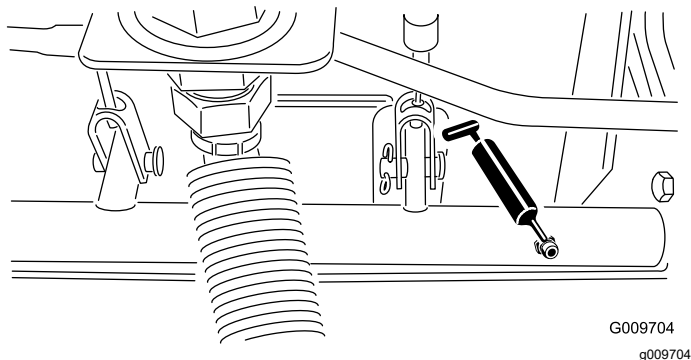

Figure 81
- Roulements d'axes de pivots de freins (5), comme montré à la Figure 81.